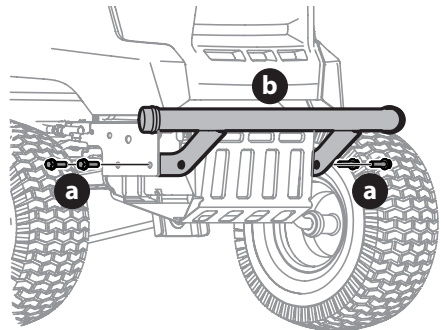

Figura 9
1. Saque los cuatro tornillos hexagonales (a) del paragolpes (b) (Figura 9).
2. Coloque los soportes del paragolpes hacia el **interior** del bastidor del tractor y fíjelos en su lugar con los cuatro tornillos hexagonales (a). Ajuste hasta 332-405 pulgadas-libras (38-46 N-m) (Figura 9).